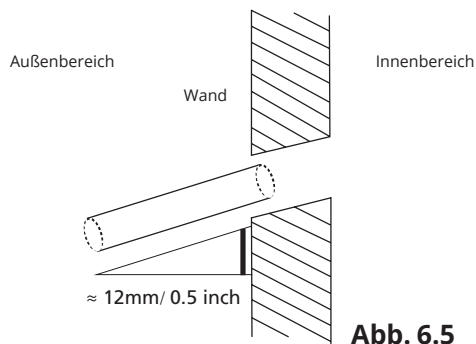

Abb. 6.5
- Bohren Sie mithilfe eines 65-mm (2.5") Kernbohrers ein Loch in die Wand. Stellen Sie sicher, dass Sie mit einer leichten Neigung nach unten bohren, sodass die Außenkante der Bohrung um etwa 12 mm (0,5 ") unter der Innenkante liegt. So wird der effektive Abfluss des Wassers gewährleistet (Siehe Abb. 6.5). Setzen Sie den Schutzmantel in die Bohrung. Somit werden die Enden der Bohrung geschützt und der Verschluss am Ende der Installationsarbeiten erleichtert.